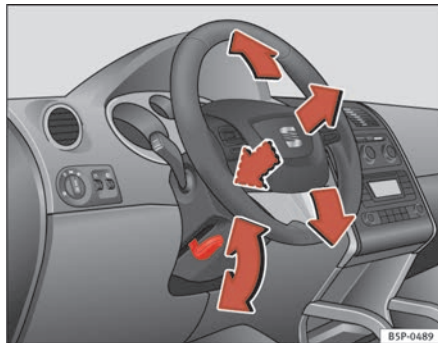

Abb. 133 Lenkradposition einstellen
- Schwenken Sie den Hebel  $\Rightarrow$  Abb. 133 unter der Lenksäule nach unten  $\Rightarrow$  .